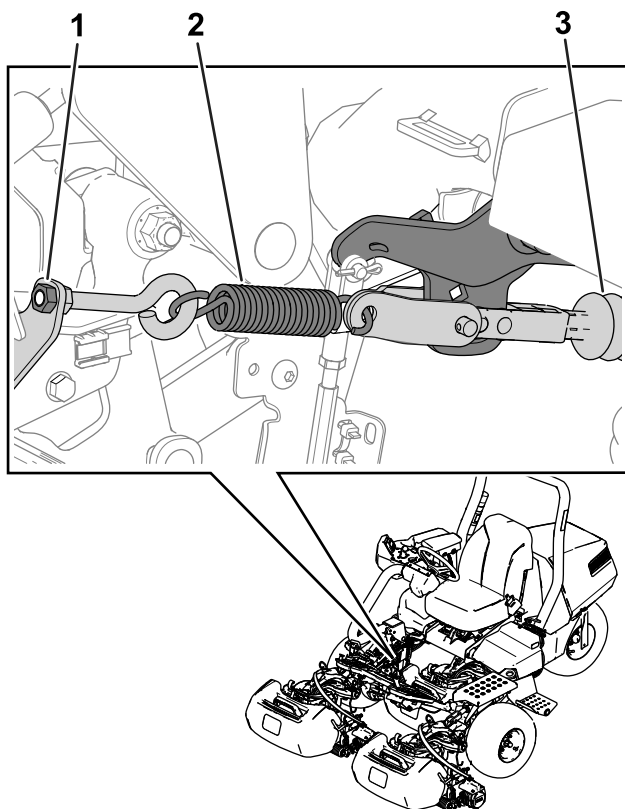

Figura 2
1. Liberte a tensão da mola do atuador do travão desapertando a porca (Figura 2) que prende o parafuso com olhal ao suporte da mola.